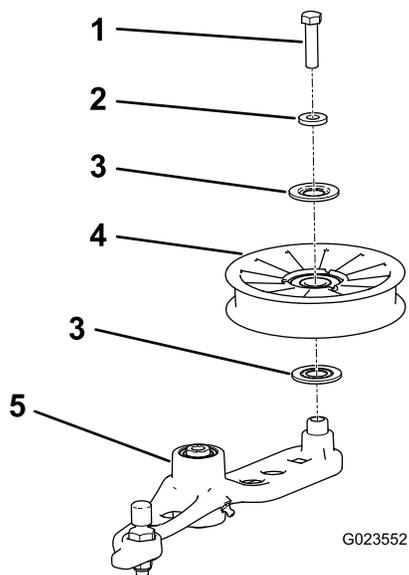

Figure 57
6. Retirez le boulon qui fixe l'ancienne poulie de tension au bras tendeur, et posez une poulie neuve (Figure 57).